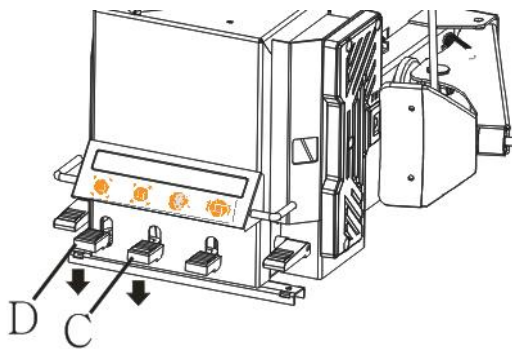

Abb. 14
- Legen Sie jetzt den Reifen auf die Klemmen und drücken Sie die Felge kräftig nach unten und bedienen Sie Pedal D (Abb.14).
- Legen Sie jetzt den Reifen auf die Klemmen und bedienen Sie Pedal C (Abb. 14) Die Klemmen legen sich jetzt um den Reifen wodurch dieser sich in der Klemmphase befindet.